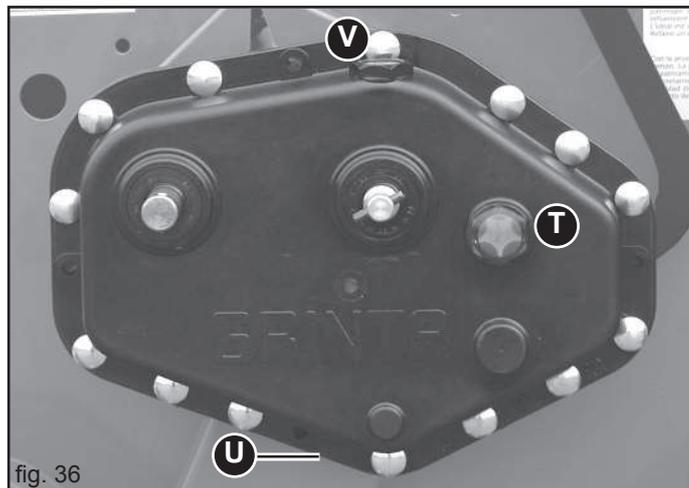

fig. 36
- Den Ölstand im Getriebegehäuse überprüfen und gegebenenfalls bis zum Stand auffüllen (T, Abb. 36). Es wird empfohlen, den gleichen Öltyp (ACER 22) zum Auffüllen zu verwenden.
- Ölablaufstutzen (U Abb. 36);
- Öleinfullstutzen (V Abb. 36).